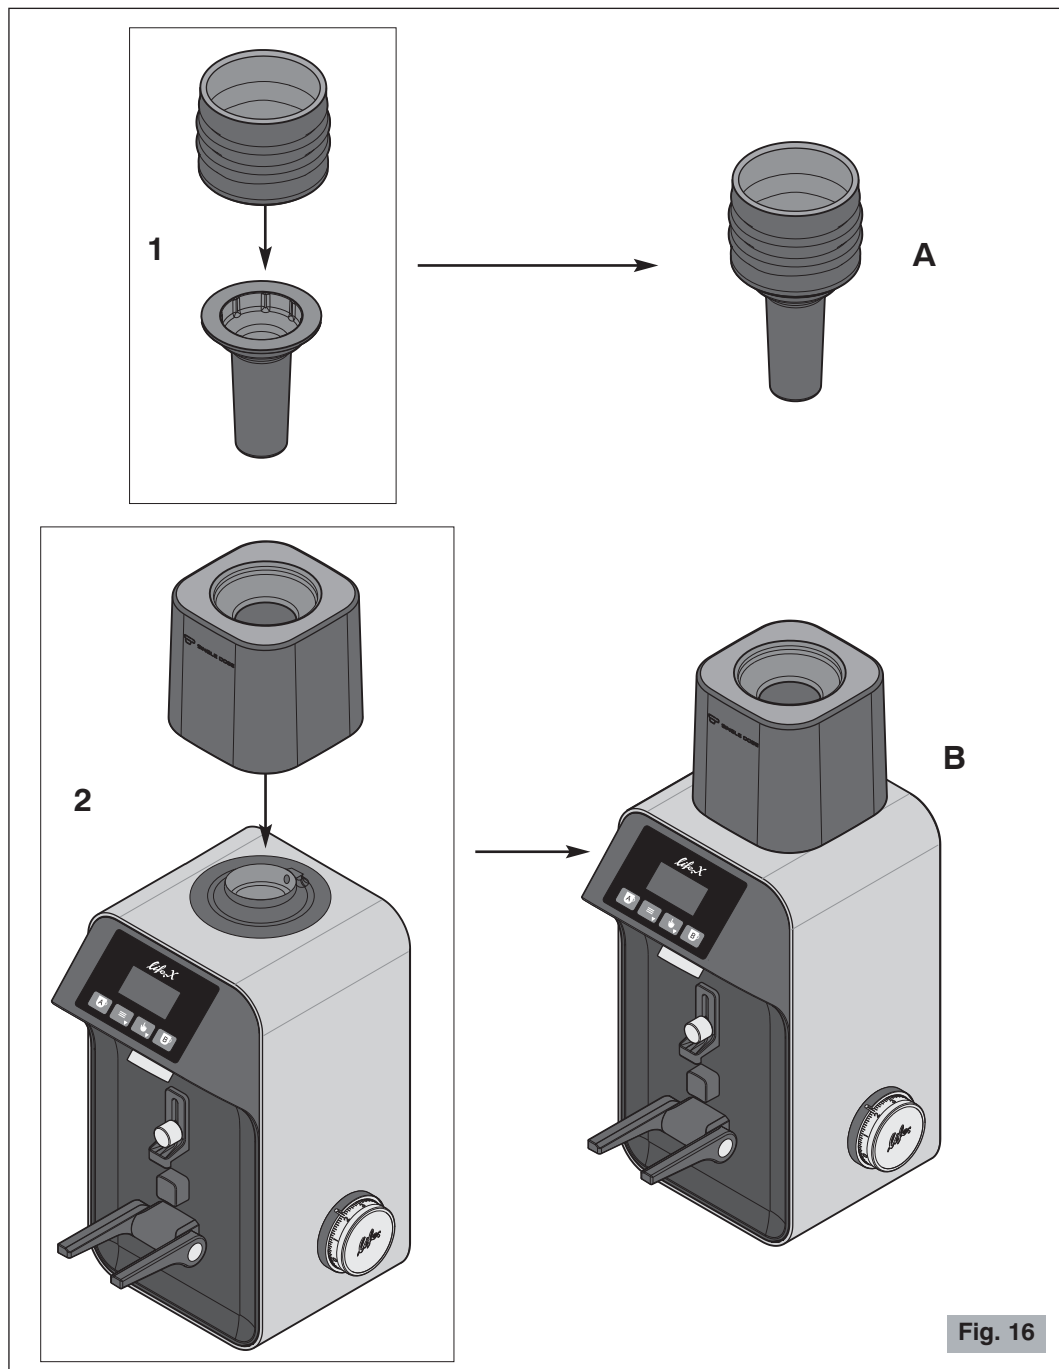
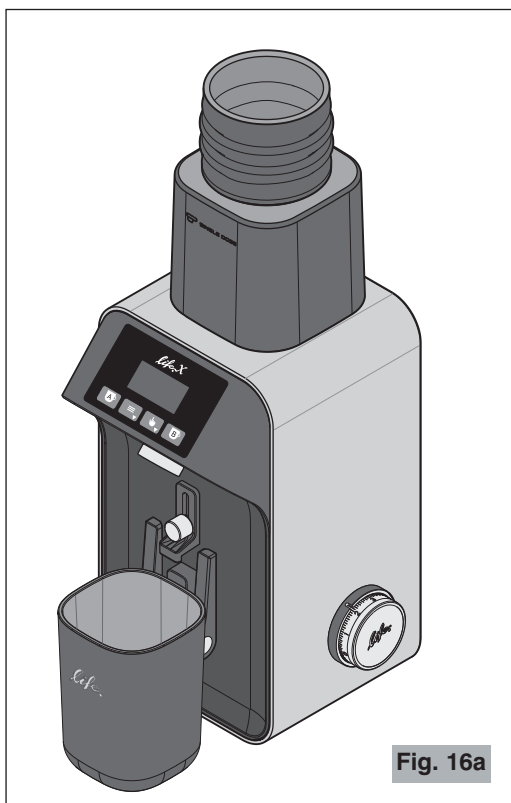

Fig. 16
Fig. 16a
5. Introducir el fuelle en el empujador de granos (punto 1 de la Fig. 16).
6. Posicionar el soporte del kit en su sede (punto 2 de la Fig. 16).
- 4 Insertar el conjunto fuelle-empujador de granos (A Fig. 16) en la embocadura del soporte, dejándolo reposar sobre los granos de café (Fig. 16a).
- 5 Posicionar el contenedor suministrado (15 Fig. 3) o cualquier otro contenedor encima de la horquilla (2 Fig. 1) o sobre la superficie de apoyo del aparato (después de colocar la horquilla en posición vertical - véase Fig. 16a).
**No trabajar nunca sin la tolva fijada con el tornillo correspondiente (6a, Detalle A Fig. 3) o sin haber colocado el soporte del kit dosis individual (punto 2 Fig. 16).**